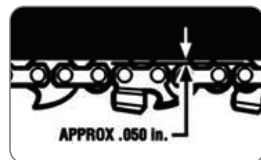

Abb. 5
5. Während des normalen Betriebs wird die Temperatur der Kette ansteigen. Die Treibglieder einer korrekt gespannten warmen Kette werden etwa 2 mm aus der Schienennut hängen (siehe Abb. 5).